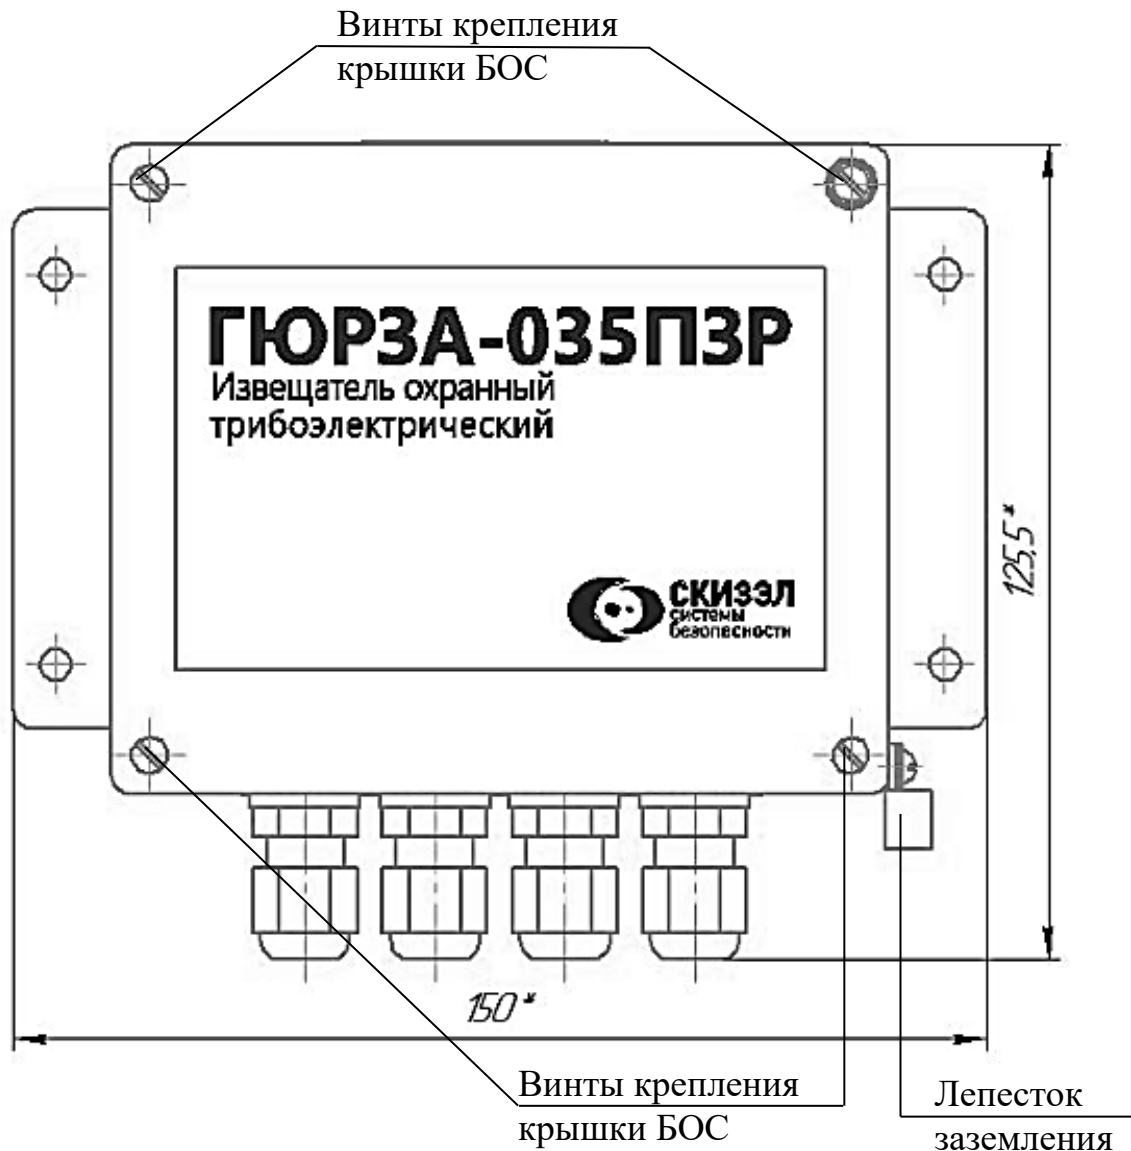

Рисунок 5.1 – Блок обработки сигналов
- вывинтить четыре винта крепления крышки и снять крышку (рисунок 5.1);